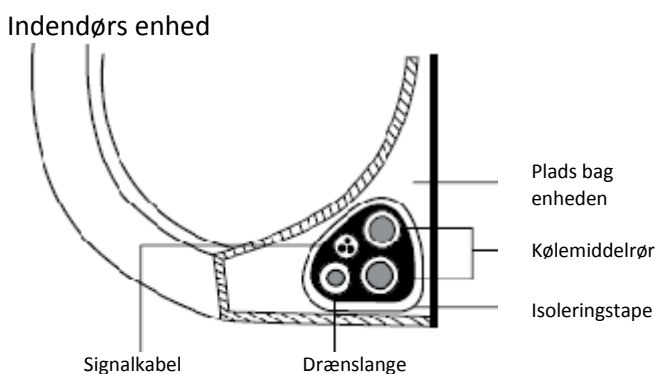

Fig. 3.10
3. Brug isoleringstape til at bundte signalkabel, kølemiddelrør og drænslange stramt sammen. Dobbelttjek, at alle forbindelser er bundtet, som vist på **fig. 3.10**.
1. Bundt drænslangen, kølemiddelrøret og signalkablet, som vist på **fig. 3.10**.